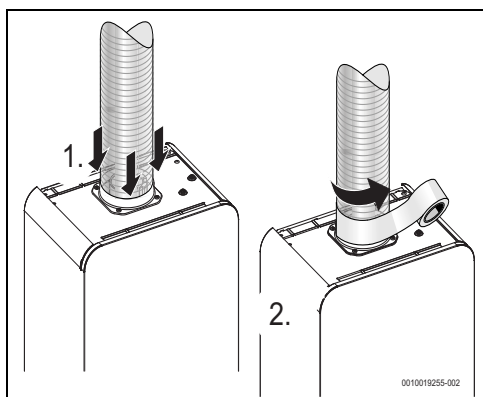

Fig. 17
- ser isolada com material adequado (Fig. 17),